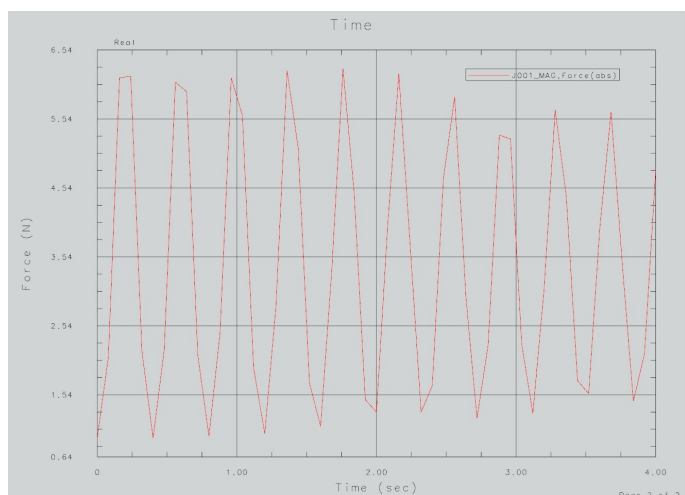

Рис.23
- На рис.23 показан график суммарной реакции силы, действующей в шарнире J001. Посмотрите – какие всплески этой силы имеют место во времени! Не обращайте внимания на крутые изломы графиков. Это результат малого числа шагов, в нашем *Решении*. В случае необходимости, вы можете потратить большее время и проверить результаты анализа с большим числом шагов.